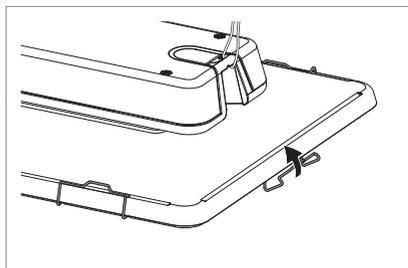

Fig. 14: Afdekking bevestigen.
- ▶ Bevestig de afdekking aan het armatuur door alle zes bevestigingsklemmen naar boven de klappen, zie Fig. 14.